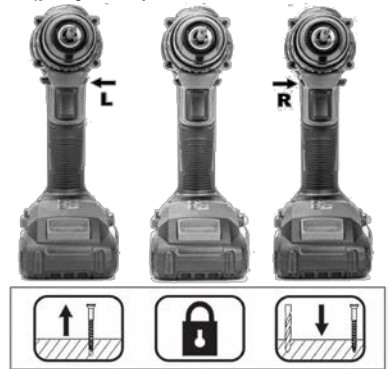

Рисунок 2
4.5 Перемикач реверсу/блокування пускової клавіші (рисунок 2)